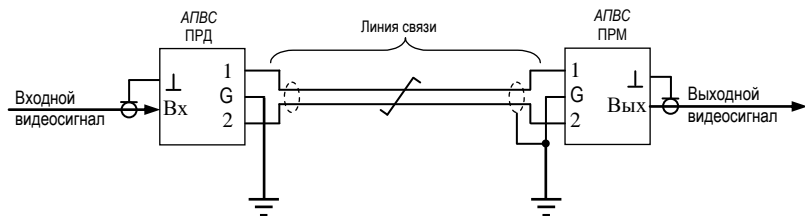

Рис.3 Схема включения АПВС-11.
5. Варианты включения АПВС-11 показаны на рис.3, 4, 5 и 6.